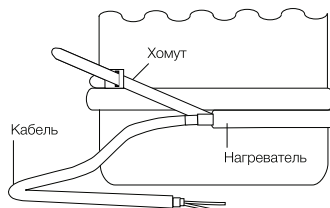

Рис. 6
- Демонтируйте термоизоляцию корпуса компрессора. Смонтируйте нагреватель в соответствии с рис. 6. Пластиковым хомутом обеспечьте натяжение, достаточное для плотного облегания компрессора нагревателем. Саморегулирующийся нагреватель должен плотно облегал компрессор.